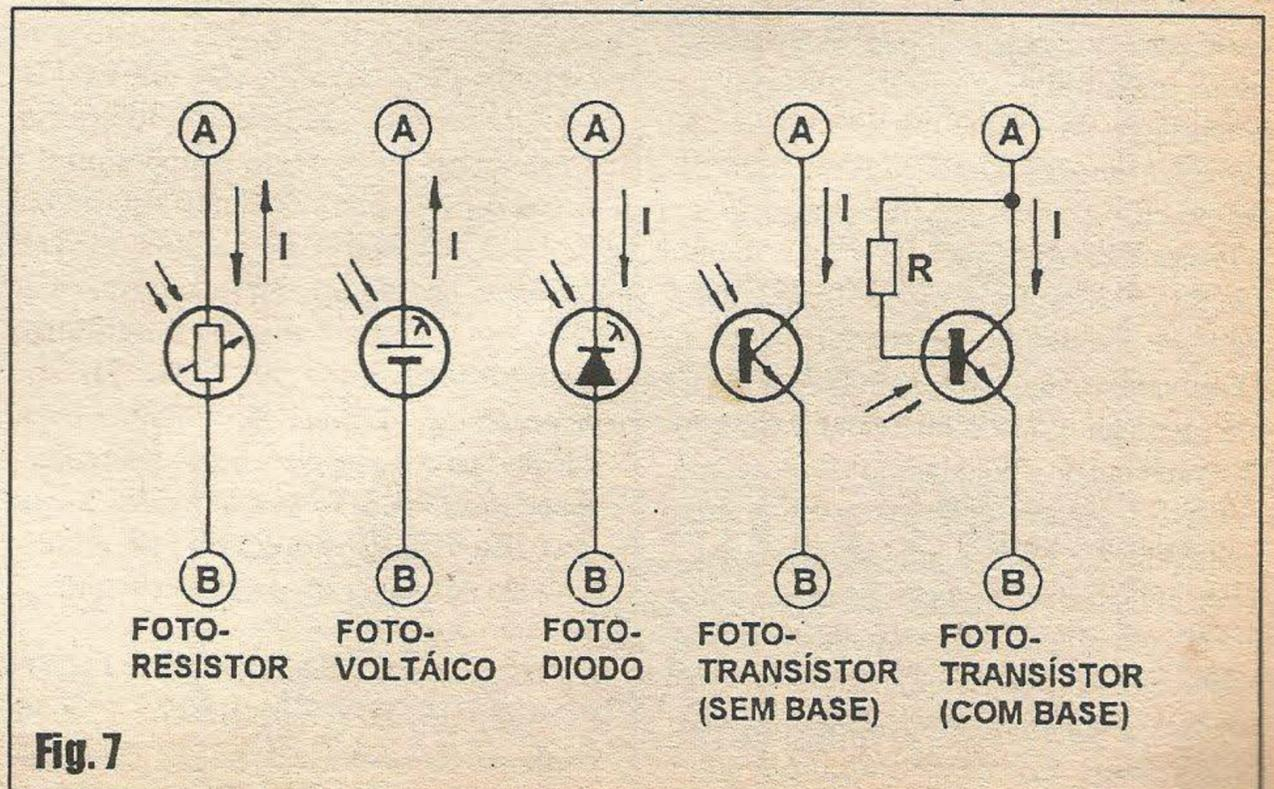

Fig. 7
- FIG. 7 - OS DETETORES OPTO NA MODERNA ELETRÔNICA, E SUAS CONDIÇÕES DE POLARIZAÇÃO... - Ainda antes de nos aprofundarmos nos DETETORES mais práticos e funcionais, atualmente, é importante darmos uma parada para lembrar de um importante conceito, que deve estar sempre presente para os caros leitores/alunos, nas interpretações de circuitos, esquemas, experiências, projetos, etc., no que se refere à polarização de tais componentes... Na figura vemos as representações simbólicas dos 5 opto-detetores mais utilizados nos circuitos e aplicações práticas, com as setas anexas indicando as direções possíveis da corrente, quando em funcionamento... Notar que, de todos eles, o único não polarizado é o FOTO-RESISTOR (LDR), no qual, dada uma intensidade "X" de luz atingindo o sensor, a dificuldade (ou facilidade...) imposta à passagem da corrente será a mesma, em ambos os sentidos (não há uma polarização fixa e obrigatória de trabalho para o componente...). Dessa forma, o LDR é o único dos detetores opto que pode (sem artificios circuitais complexos...) operar em ramos de circuitos alimentados diretamente por Corrente Alternada (observar que mencionamos alimentação por C.A. e não manejo de sinais em C.A., o que não é a mesma coisa...). Todos os outros tipos de detetores opto são polarizados: os FOTOVOLTAICOS (detetores ativos) geram energia elétrica, manifestada na forma de uma diferença de potencial ou tensão entre seus terminais, com polaridade fixa... em outras palavras, estimulado pela luz, o FOTOVOLTAICO gerará uma C.C. ou corrente Pulsátil, com polaridade definida, não sendo possível a obtenção de
junção... Ocorre, porém, o seguinte: com o diodo inversamente polarizado (ver C), se a junção *receber energia luminosa* (os fótons, ou "*partículas*" de luz...), esta forçará a liberação de elétrons na área de depleção, permitindo um substancial incremento na fraca corrente *inversa* estabelecida...! Assim (D) um FOTO-DIODO permite, sob polarização inversa, a passagem de corrente *proporcional* à intensidade da luz que atinge a junção...! Embora a sensibilidade dos FOTO-DIODOS não seja tão elevada quanto a de seus outros *companheiros* detetores (mostrados juntos na FIG. 7), sua *velocidade de reação* é elevadíssima, o que adequa sua utilização em funções circuitais específicas, que *exijam* tal rapidez (o que um LDR, por exemplo, devido à sua relativa lentidão de reação, não poderia cumprir...)!